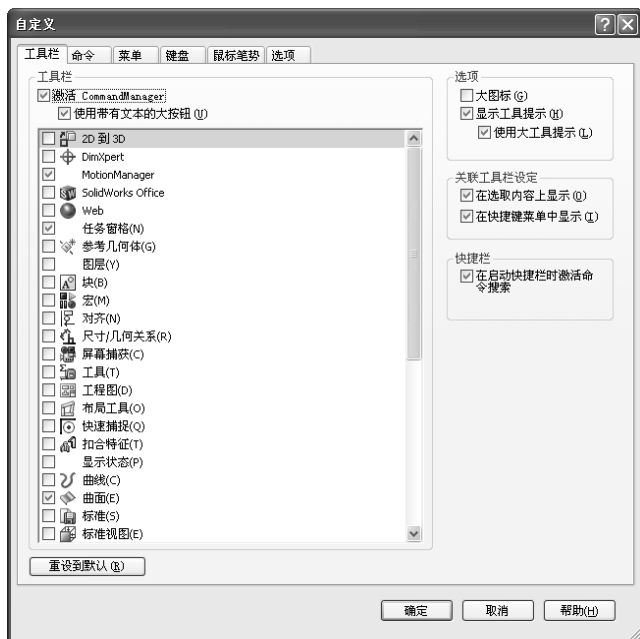

图 1-20 “自定义”对话框
1) 执行命令。选择菜单栏中的“工具”→“自定义”命令，或者在工具栏区域单击鼠标右键，在快捷菜单中选择“自定义”选项，此时系统弹出如图 1-20 所示的“自定义”对话框。